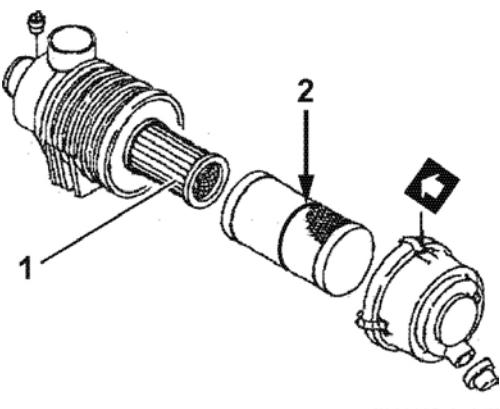

Рисунок 47
4. Если воздухоочиститель оснащен двойным фильтрующим элементом, тогда следует удалить и заменить только внутренний фильтрующий элемент (рисунок 47 (1)), если двигатель потерял в мощности, или индикатор пыли подает предупреждающий сигнал (если имеется индикатор).
Примечание: Если на внешнем элементе есть красная линия (2, рисунок 47), повторно вставьте элемент до положения, когда красная линия перекрывается торцовой гранью корпуса воздушного фильтра.
Если воздухоочиститель оснащен двойным фильтрующим элементом, тогда следует удалить и заменить только внутренний фильтрующий элемент (рисунок 47(1)), если двигатель потерял в мощности, или индикатор пыли подает предупреждающий сигнал (если имеется индикатор). Это является дополнением к замене внешнего фильтрующего элемента.